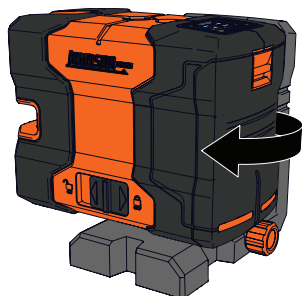
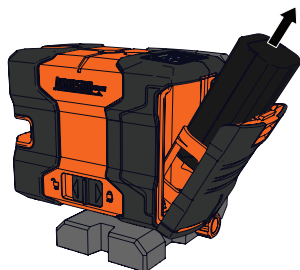

Figure 3
Figure 5
1. Si une pile Li-ion est insérée dans l'appareil, ouvrir le compartiment de la pile. (Figure 3 - Figure 5)
1. Faire pivoter le laser de manière à ce que l'arrière de l'appareil soit accessible. (Figure 3)
3. Retirer le boîtier à pile du compartiment à piles. (Figure 5)